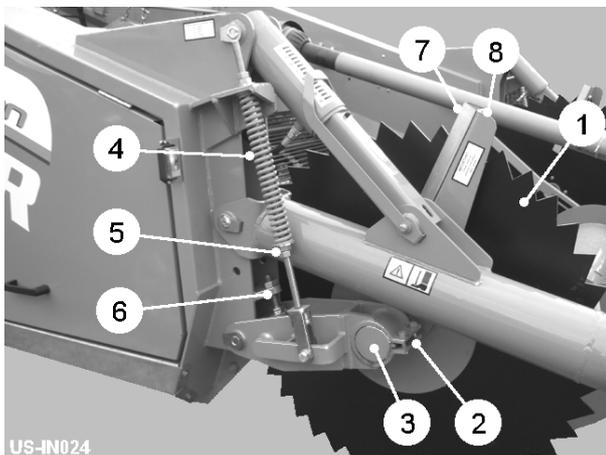

Fig 10
Los discos (item 1, fig 10) cortan y contienen la tierra mientras alimentan él sobre las acciones en las estrellas. El ajuste de anchura de disco es ajustado aflojando los pernos de grampa (item 2, fig 10) y slide el centro de disco (item 3, 10 de higo) al nuevo puesto. El ajuste de compresión de los discos es puesto sobre los manantiales (item 4, fig 10). La presión de primavera debe ser sufficient guardar el cambio de disco en la tierra mientras a lo mismo el tiempo permite que él aumente arriba sobre cualquier obstáculos. La compresión de primavera es incrementada / reducida levantando / bajar los locknuts de rod de primavera inferiores (item 5, fig 10). La altura de disco máxima es limitada por el registro de profundidad (item 6, fig 10).
Cuando los rascadores de disco (item 7, fig 10) se gastan, deben ser ajustados más cerca al disco. Hacer esto, afloje los pernos de grampa (item 8, fig 10) y vuelva a colocar los rascadores until sólo alejado del diskette superficie y retighten.